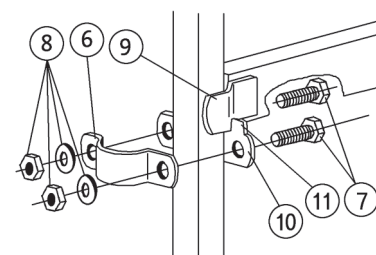

Abb. 3: Anschlag mit Einrastsicherung
2.2 Am Anschlagpunkt (Abb.3) die Rohrschellenhälfte (10) so anhalten, dass die Anschlaglasche (9) hinter der Einratsicherung (11) sitzt, dann mit Rohrschellenhälfte (6), Schrauben (7), U-Scheiben und Muttern (8) anschrauben (Anzugsmoment 30 Nm).